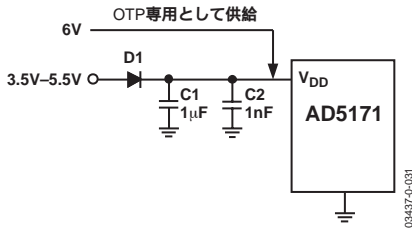

図26. 3.5~5.5Vの動作電源から6VのOTP電源を分離する方法。OTP完了後、6V電源を取り除くことが必要
3.5~5.5Vシステムに適用する代替手法として、図26に示すようにシステム電源とOTP電源の間に1個の信号ダイオードを追加して電源を分離する方法があります。